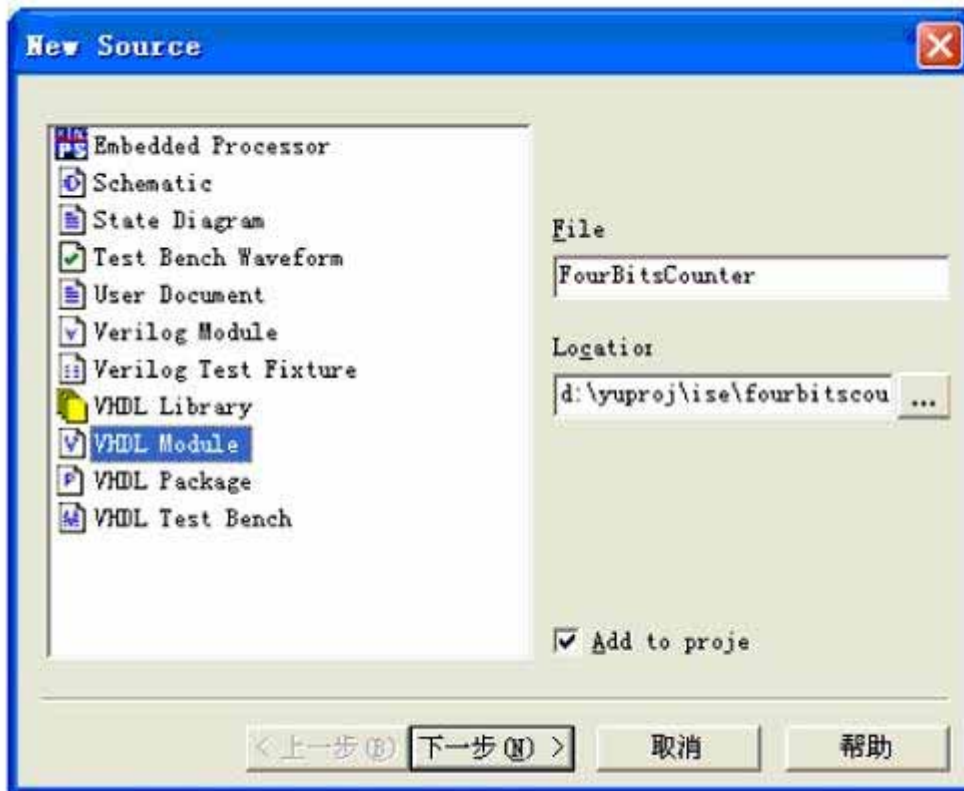

图 6 源程序的类型选择
Step1. 选择 Project->New Source ; (或在 Sources in Project 窗口中单击鼠标右键选择“New Source...”) 出现如图 6 所示的窗口；